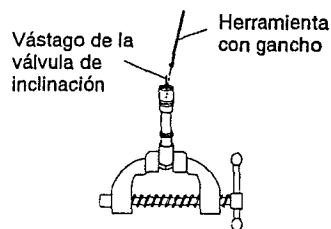

Figura 8
3. Con el casquillo de admisión aún sujeto en el tornillo de banco, quite el retenedor del asiento de la válvula de inclinación (31) y el soporte del asiento (30). Utilice una herramienta con gancho que no tenga aristas cortantes para extraer el asiento de la válvula de inclinación (29) del casquillo de admisión. Véase la figura 8.